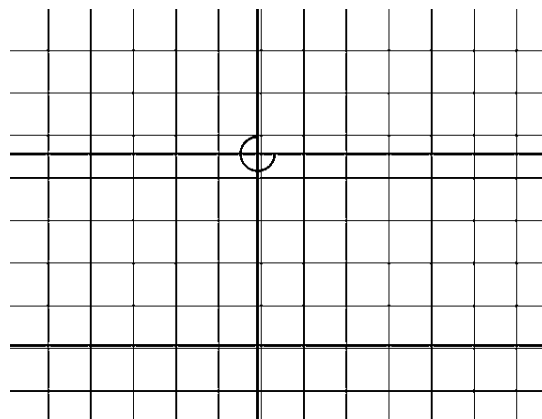

Рис. 21. Окружность для обозначения резьбы
- в слое *Рез* начертить окружность Ø 8 для обозначения резьбы (рис. 21);